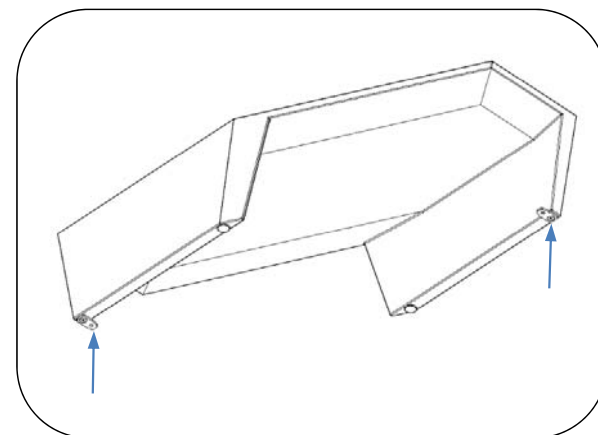

Fig. 3
2. Verifique se os marcadores de montagem de superfície estão apertados e seguros, ver Fig.3.